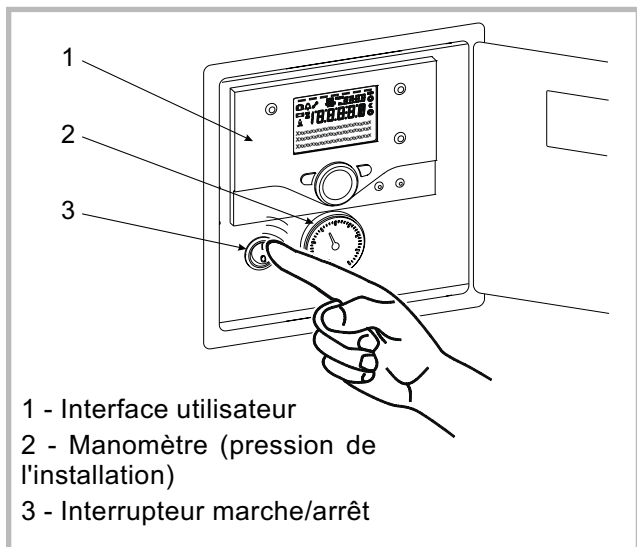

Figure 4 - Mise en marche
- S'assurer que l'installation est bien remplie d'eau et correctement purgée et que la pression au manomètre (rep. 2, fig. 4) est suffisante (1,5 à 2 bars).